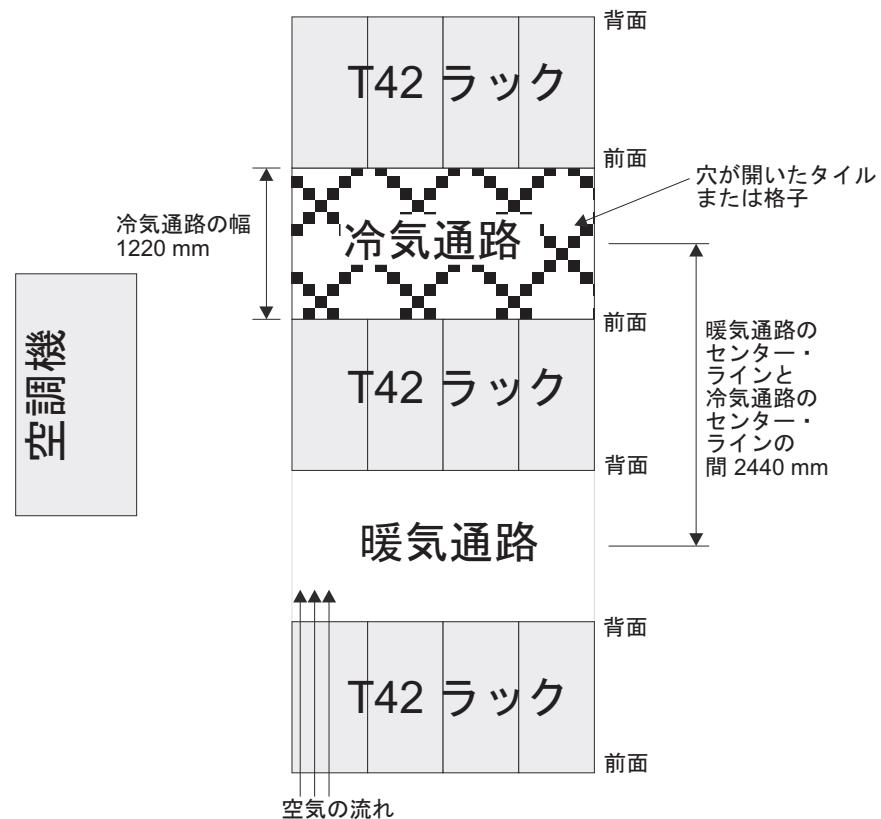

図 8. 冷気通路/暖気通路ラック構成の例
- 空気はラックの前面から入り、背面から出るようにすること。ラックから出る空気が、別の装置の取り入れ口に入らないようにするために、ラックを、背面と背面、あるいは前面と前面を合わせるようにして交互の列に配置する必要があります。この配置方法は冷気通路と暖気通路 と呼ばれ、21 ページの図 8 にその図を示しました。